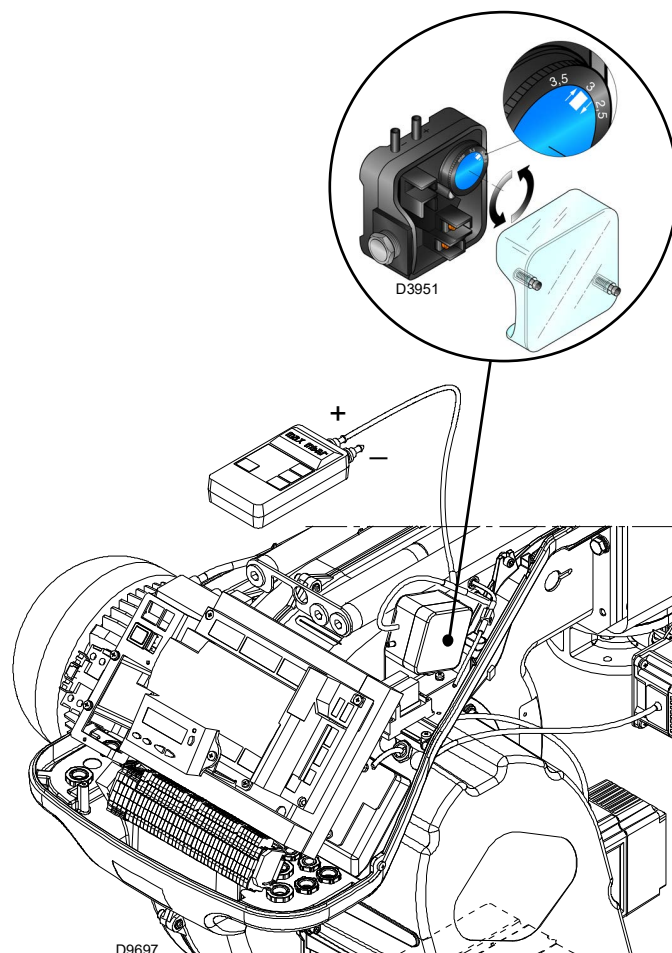

Fig. 29
- Régler le pressostat air (Fig. 29 à la page 33) au début de la graduation.
Régler le pressostat air (Fig. 29) après tous les autres réglages du brûleur avec le pressostat à air réglé au début d'échelle.
L'encombrement du brûleur est indiqué dans la Fig. 29. La configuration standard est celle du pressostat de l'air raccordé en absolu. A remarquer la présence d'un raccordement en «T» non fourni.
Dans certaines applications en fortes dépressions, le raccordement du pressostat ne lui permet pas de commuter. Dans ce cas il est nécessaire de raccorder le pressostat dans le mode différentiel, en appliquant un deuxième petit tuyau entre pressostat air et bouche d'aspiration du ventilateur. Dans ce cas il faut également connecter en mode différentiel le manomètre, comme indiqué sur la Fig. 29.